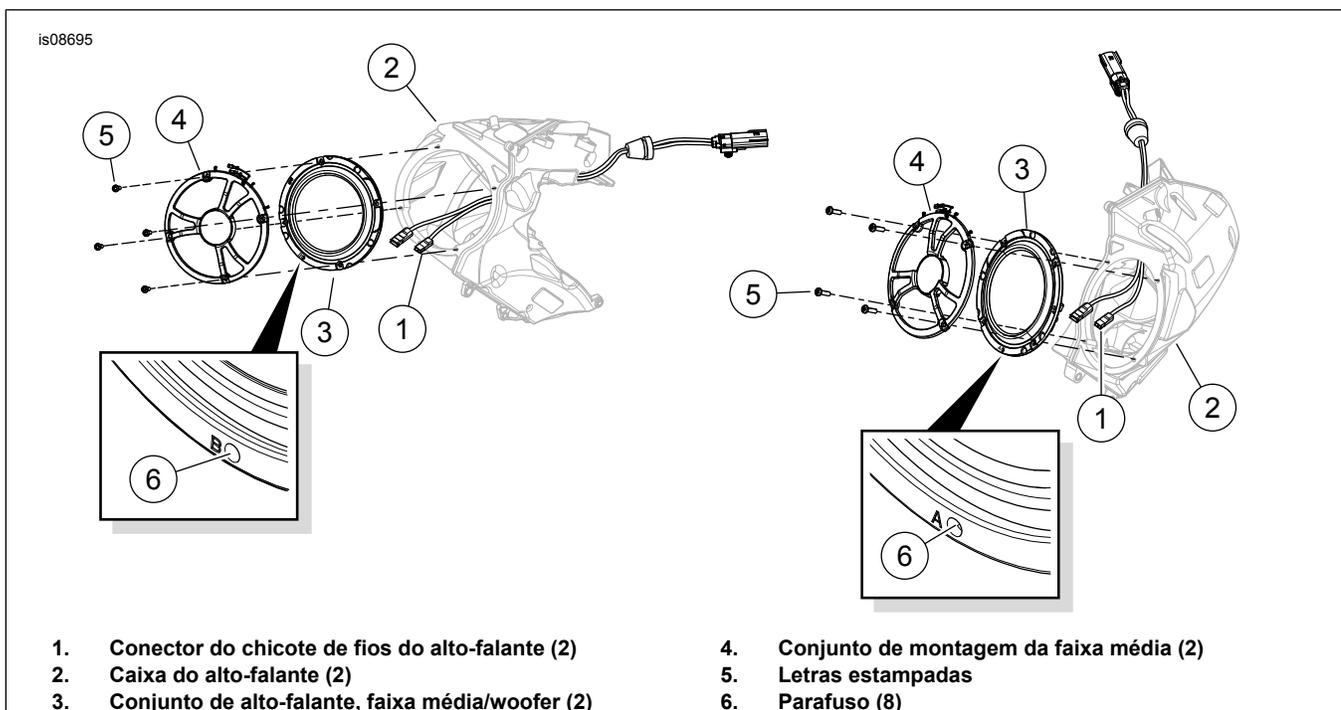

Figura 1. Instalação do alto-falante woofer
1. Veja Figura 1 . Fixe os conectores do chicote de fios do alto-falante (1) dentro da caixa do alto-falante (2) nos terminais de lâmina na traseira do woofer (3). Contatos de lâmina de tamanhos diferentes evitam erros na montagem.